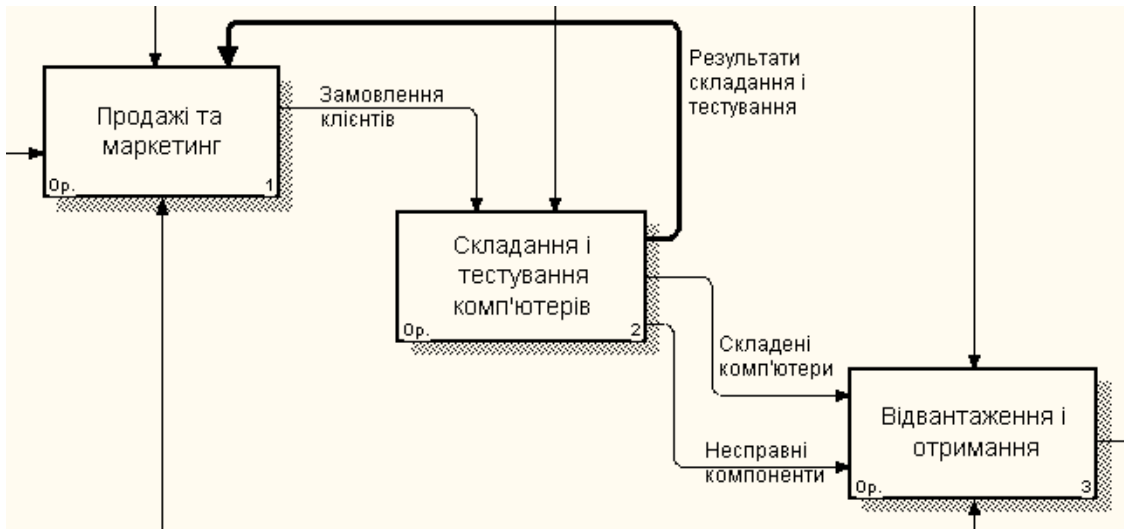

Рисунок 2.6 – Створення зворотного зв'язку
6. Створіть стрілку зворотного зв'язку з управління «Результати складання і тестування», яка іде від роботи «Складання і тестування комп'ютерів» до роботи «Продажі та маркетинг». Змініть стиль стрілки (збільште товщину лінії) і встановіть опцію *Extra Arrowhead* (з контекстного меню). Методом *drag&drop* перенесіть імена стрілок так, щоб їх зручніше було читати. Якщо необхідно, встановіть *Squiggle* (з контекстного меню). Результат змін показано на рис. 2.6.